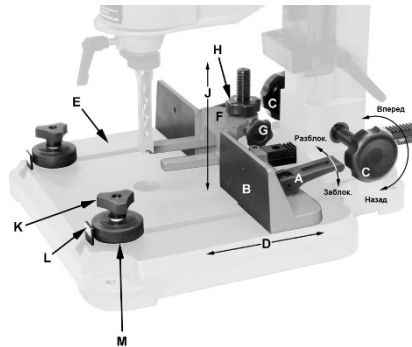

Рис. 7
Для регулировки упора заготовки (B, Рис. 7) используйте ручки (C) и эксцентриковые фиксаторы (A).